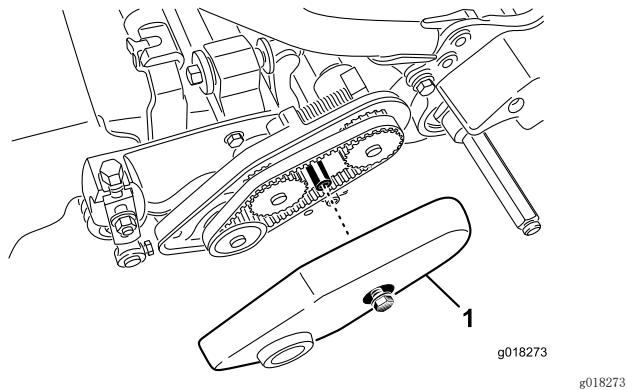

图45
2. 松开固定皮带罩的凸缘螺栓，取下皮带罩露出皮带(图45)。